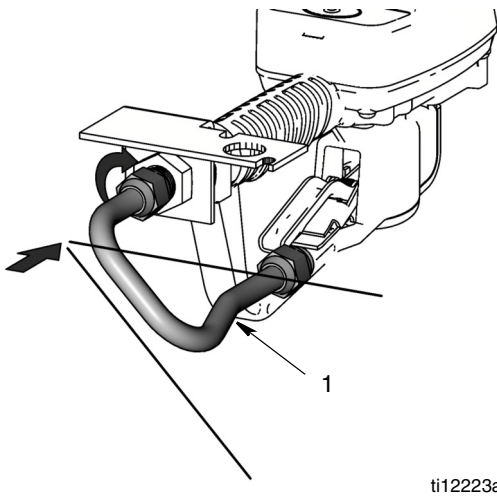

ABB. 10
9. Installieren Sie das Fluideinlassrohr (1) mit einem Winkel von 45° zum Zähler, wie in ABB. 10 gezeigt.